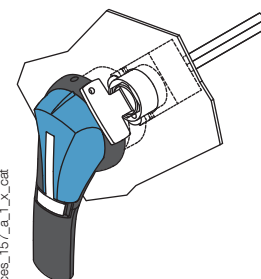

Bild 4
- durch CASTELL-Schloss Typ FS bei externem Frontantrieb (Bild 4).